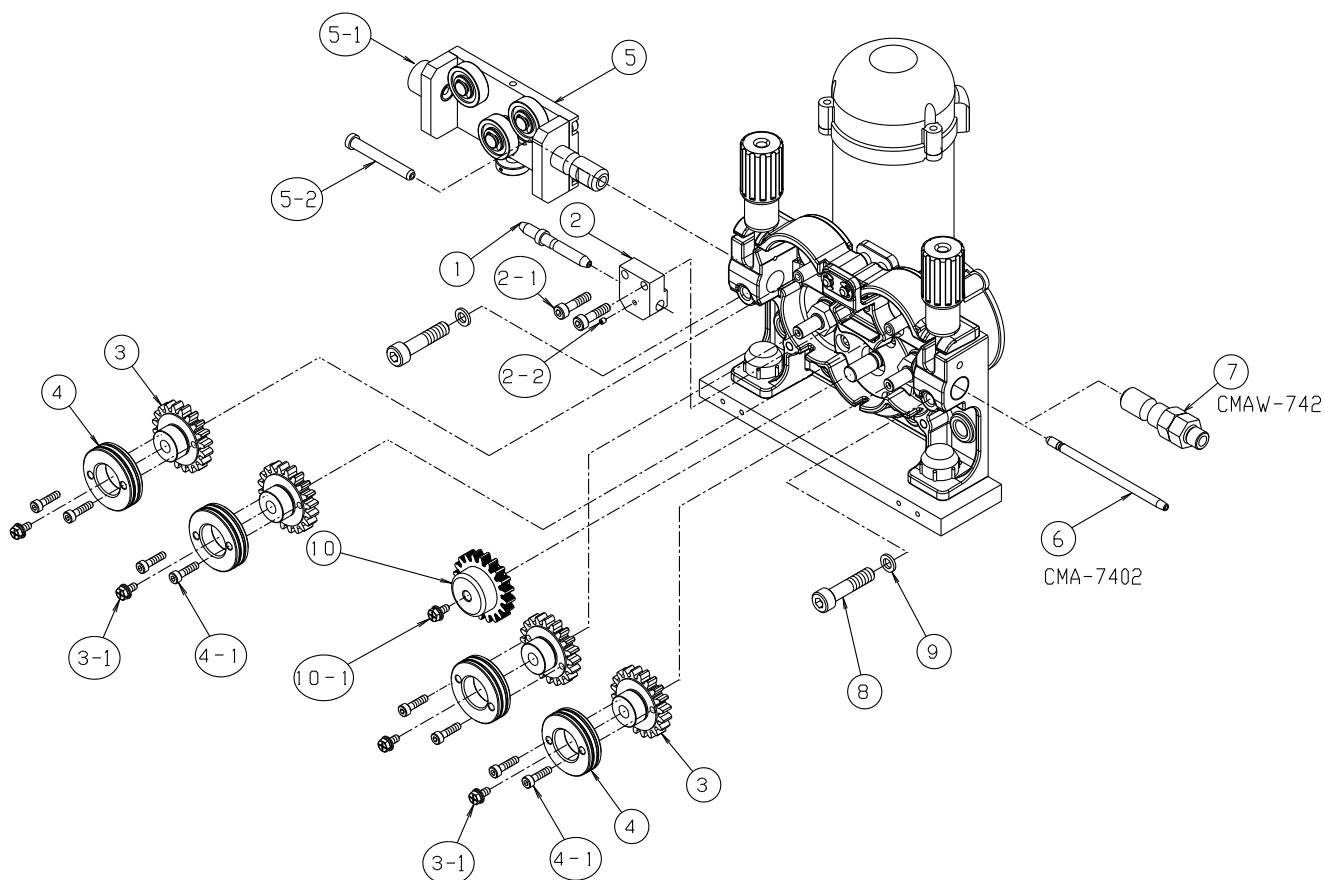

図 5. 組込部品分解図
⑨ パーツリスト(つづき)
9. 5 組込部品関係 (図 5)